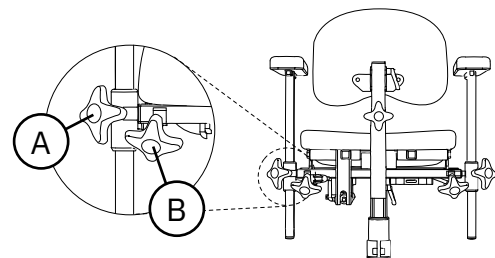

Abb. 5.50. PLUS-Armlehnen.
Bei PLUS-Armlehnen können Höhe (A) und Breite (B) verstellt werden, siehe Abb. 5.50.